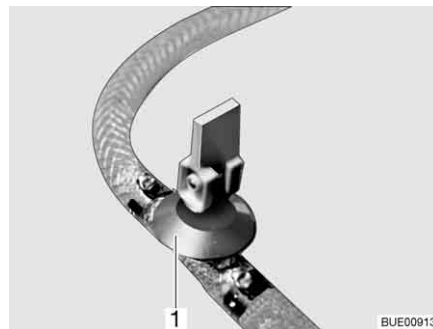
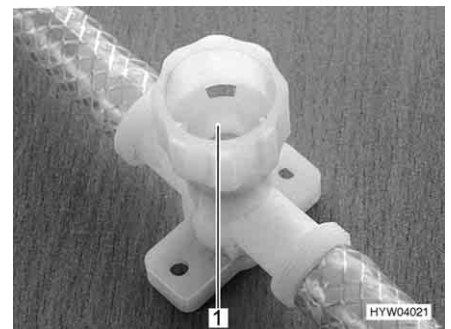

Bild 187 Ablasshahn (mit Kipphebel)
Bild 188 Ablasshahn (mit Drehkappe)
- Alle Ablasshähne öffnen. Dazu den Kipphebel des Ablasshahns (Bild 187,1) senkrecht stellen oder die Kappe des Ablasshahns (Bild 188,1) entgegen dem Uhrzeigersinn drehen.